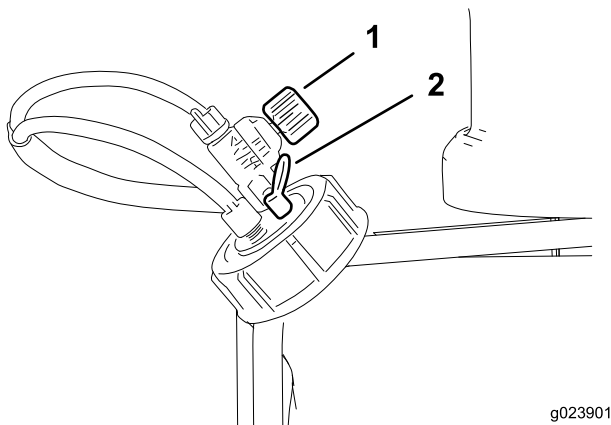

Figura 5
Válvula de ajuste do regulador de espuma – Esta válvula controla a consistência da solução de espuma. Ajustando a válvula, controla a quantidade de solução de detergente fornecida aos bicos de espuma. Aumentando o fluxo provoca gotas maiores e mais frequentes; diminuindo o fluxo provoca gotas mais pequenas e menos frequentes (Figura 5).
Válvula de descarga de pressão – Puxe a patilha vermelha no tampão do depósito para fora para descarregar a pressão no depósito (Figura 5).
5. Para o funcionamento inicial, abra a válvula de ajuste de densidade da espuma de 1/8 a 1/4 de volta (Figura 5).